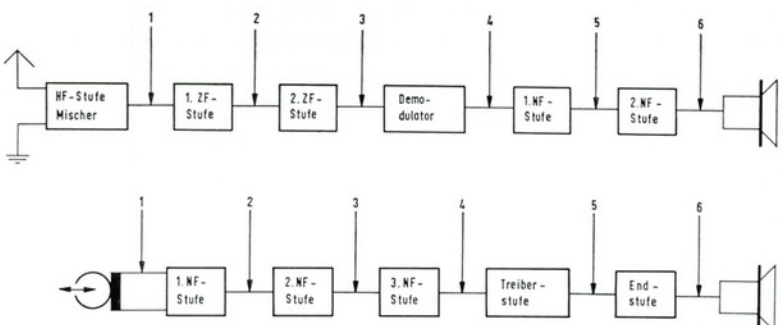

Bild 3
Das Blockschaltbild eines Rundfunkempfängers ist in Bild 3 dargestellt. Zur Fehlersuche wird der Empfänger an eine Antenne angeschlossen und der Tastkopf ⑧ am Punkt 1 angelegt. Der Schalter ⑨ des Tastkopfes muß dabei auf „ \approx “ stehen. Bei fehlerfreier Arbeit der Eingangsstufe müssen sich stärkere Rundfunksender nachweisen lassen, wenn die Empfängerabstimmung betätigt wird.